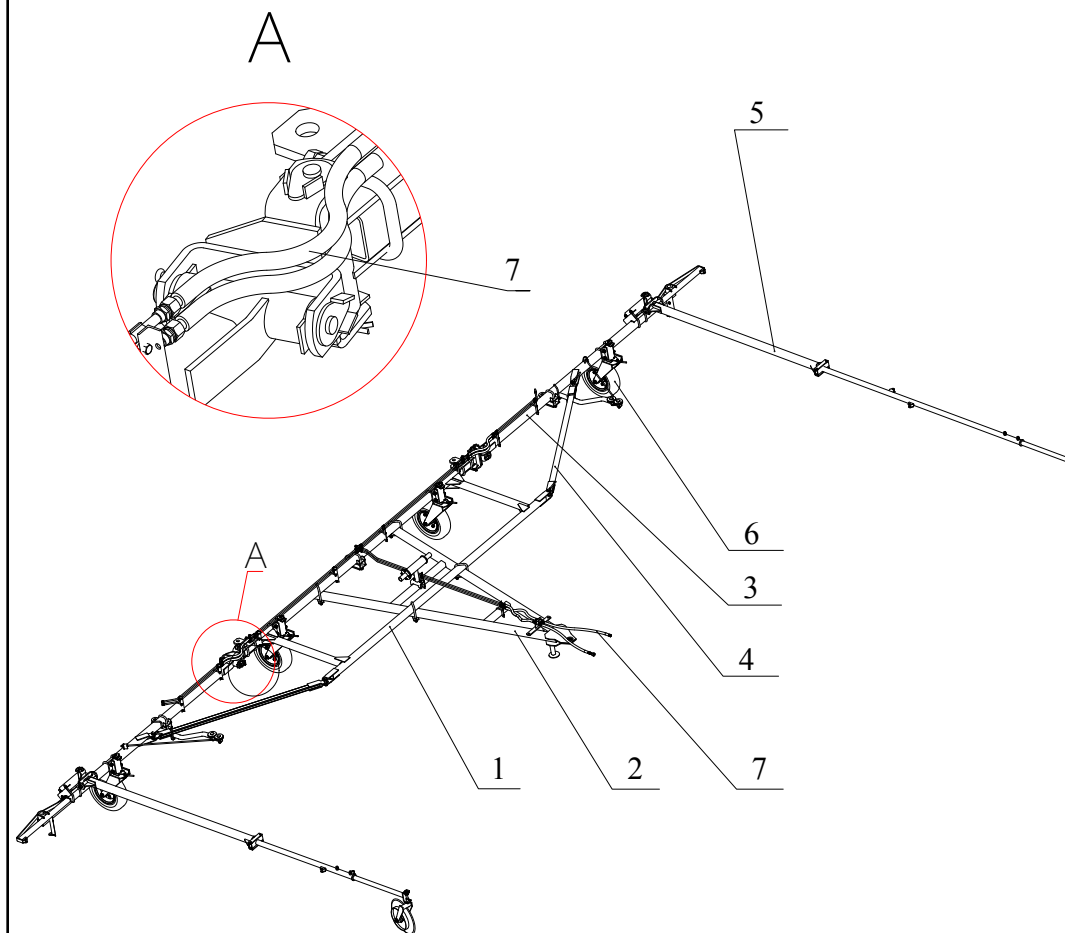
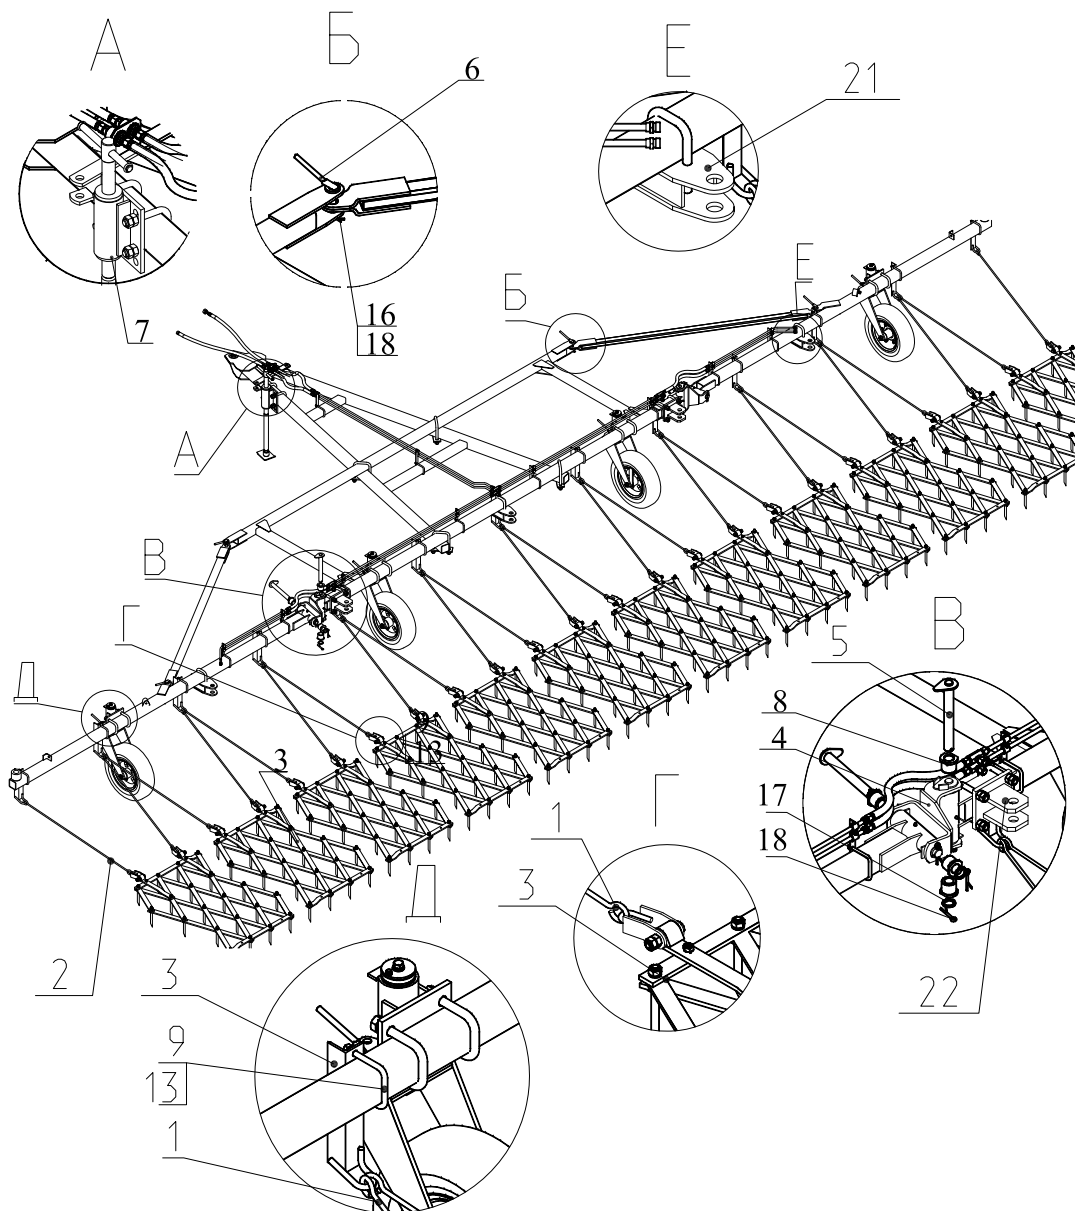
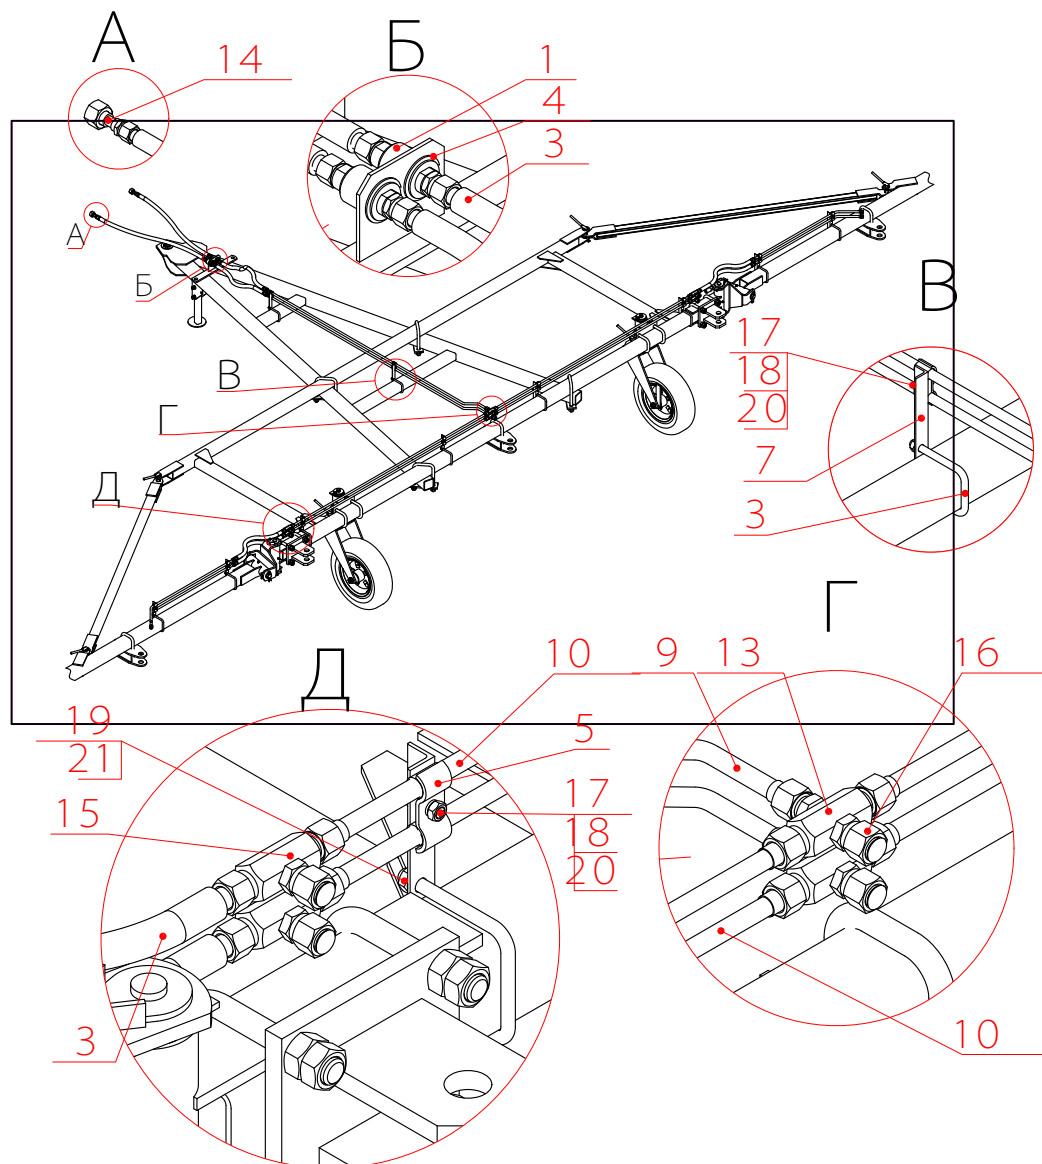

Рис.1 Сцепка в сборе с маркерами.
Рис.2 Сцепка в сборе с боронами БЗСС-1.0
Рис.3 Гидросистема сцепки СП11К
2.1. Для лучшей приспособляемости к рельефу по ширине захвата, сцепка СП11К (Рис.1) выполнена из трех частей, соединенных между собой шарнирно: центральной секции 1. и двух боковых (образующихся при сборке боковых балок 3 и растяжек 4) и опирающихся на четыре самоустанавливающихся (флюгерных) колеса 6. с пневматическими шинами 5.00-10 ГОСТ 7463-80.
2.2. Сцепка комплектуется самоустанавливающимся автоматическим маркером 5 (см. рис.1) для работы с 3-мя сеялками (при комплектации СП11К).
2.3. Для присоединения сеялок и культиваторов сцепка комплектуется прицепными серьгами 20,21 (рис.2), а для присоединения зубов борон комплектом поводков 1,2 (рис.2) .
2.4. На сцепку с помощью специальных кронштейнов устанавливается гидротрасса 7 (см.рис.1 и рис.3.), обеспечивающая возможность управления механизмами присоединяемых гидрофицированных с.-х. машин. Гидротрасса состоит: (рис.3) из трубопроводов 9,10,11, рукавов высокого давления 2,3, разрывных муфт 1, держателей 7, скоб 8,8а, соединительной арматуры и болтокрепежа.
2.6 Для сохранения горизонтального положения сцепки служит подставка 7 (рис.2).
2.7 При соединении сельхозмашин к сцепке осуществляется с помощью трёх (например, сеялки) или двух (культиваторы) креплений, называемых серьгами. Серьги 22, 21 (рис.2) могут передвигаться по балкам сцепки и закрепляться в нужном положении с помощью скоб.
2.9 Для предотвращения аварийного отсоединения сцепки от трактора на дышле сцепки предусмотрена страховая цепь 22 (рис.2). Страховая цепь служит для соединения сцепки с трактором помимо сцепного устройства. Соединение страховой цепи с трактором производится в следующей последовательности: надеть страховую цепь в обхват фаркопа трактора и свободный конец цепи со скобой и планкой пропустить в скобу на дышле сцепки.
Рис.2а Сцепка в сборе
- Найти продольную ось секции и симметрично относительно нее завести под центральную секцию 1(рис.1) дышло 2. Закрепить дышло с помощью 2-х коротких и 2-х длинных скоб 3 (рис.12,13) и 4-х планок 4, поставив по 2-е гайки 5 на каждый резьбовой конец. При этом дышло свободными концами должно выступать за задний брус секции не менее 50 мм.
- Собранные центральную секцию и дышло установить на штатную опору 7(рис.2) и две устойчивые подставки высотой 800 мм под специально обозначенные места на секции буквами "ДК".
- Установить балки(правую и левую), соединив их с центральной секцией при помощи соответствующих двухосных шарниров 4, осей 5, втулок 8 (рис.2), а также установить растяжки 4 (рис.1), соединив балки (левую и правую) с центральной секцией пальцами 6 как показано на рисунке 2.
- Установить колёса 6 (рис.1) на боковые балки согласно рисунка 11.